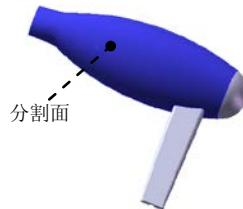

图 6.15.27 分割线 1
(4) 选取图 6.15.27 所示的边界-曲面 1 为分割面。
(5) 单击  按钮，完成分割线 1 的创建。